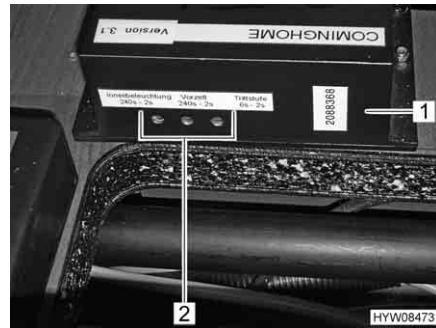

Fig. 47 Viti di regolazione (apparecchio di controllo)
- Con un piccolo cacciavite modificare l'impostazione regolando le viti di regolazione (Fig. 47,2) dell'apparecchio di controllo (Fig. 47,1).